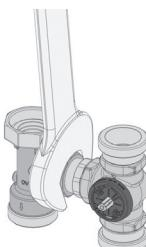

Fig. 15
1. Desfaceți piulița olandeză de la baipes cu ajutorul unei chei de mărimea 52 (fig. 15).